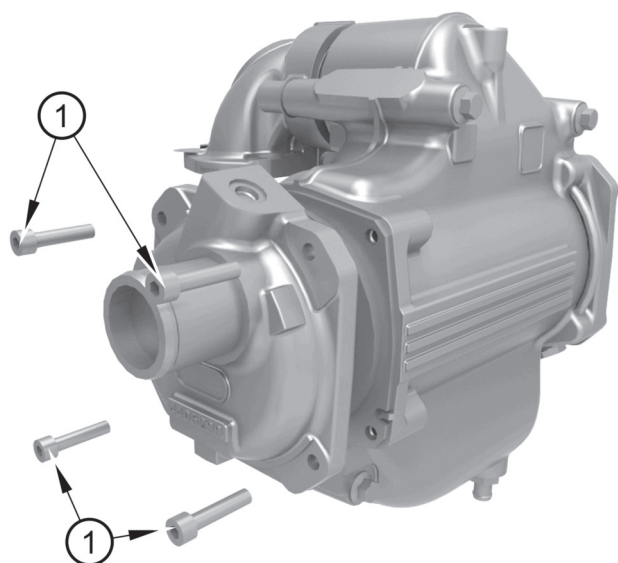

Figura 26
6. Quite la tapa del extremo soltando los tornillos (figura 26, elemento 1).